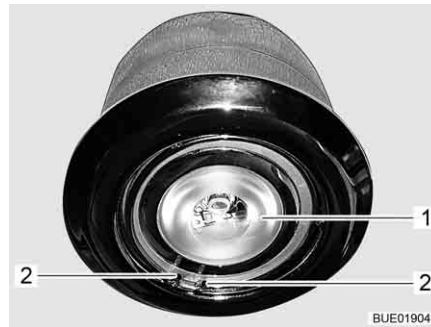

Bild 240 Deckenleuchte
- Die Enden des Klemmbügels (Bild 240,2) zusammendrücken und den Klemmbügel entfernen.
- LED (Bild 240,1) entfernen.